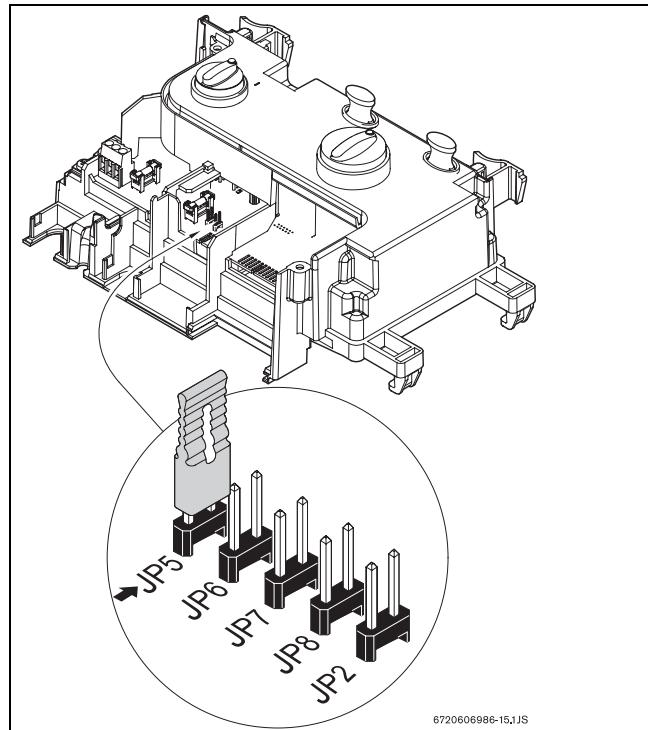

Fig. 18
- ▶ **Solo per LC17** - il ponticello JP5 è già inserito (vedere →Fig. 18) per tutti i tipi di gas. Per il LC 17 la trasformazione del gas è già ultimata, registrarla quindi nella targhetta delle caratteristiche dell'apparecchio.